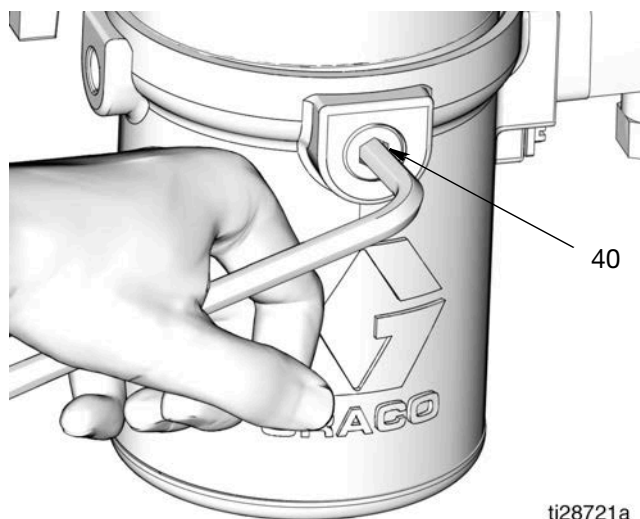

FIG. 11
5. Utilizzare una chiave esagonale per allentare lentamente e rimuovere il tappo di drenaggio (40) dalla base della pompa, quindi scaricare l'olio dalla pompa (FIG. 11).